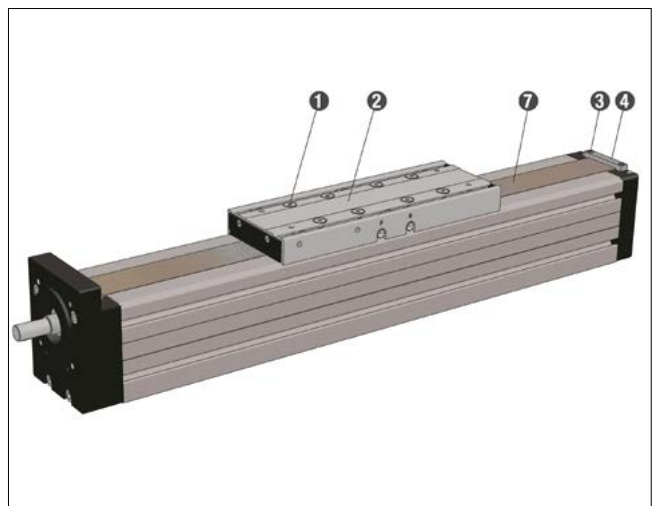

Bild 4.13 ____ Austausch Abdeckband
Für den Austausch des Abdeckbandes an Linearachsen der Baureihen AXC sind die nachfolgenden Schritte entsprechend Bild 4.13 bis 4.17 einzuhalten:
1. Schrauben **1** demontieren und Tischplatte **2** entfernen (Bild 4.13) (entfällt bei AXC100)